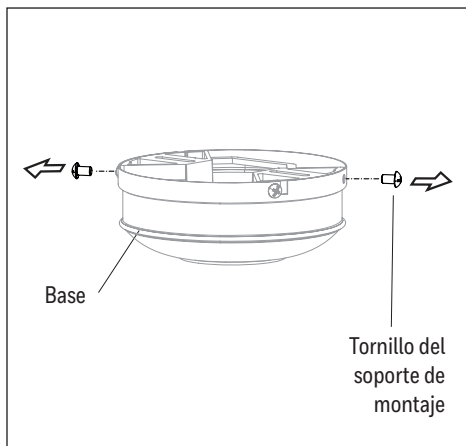

Figura 2.1
1. Afloje los cuatro tornillos del soporte de montaje preensamblados, luego retire completamente los dos tornillos del soporte de montaje de los orificios redondos de la base. Déjelos a un lado para usarlos posteriormente (Figura 2.1).